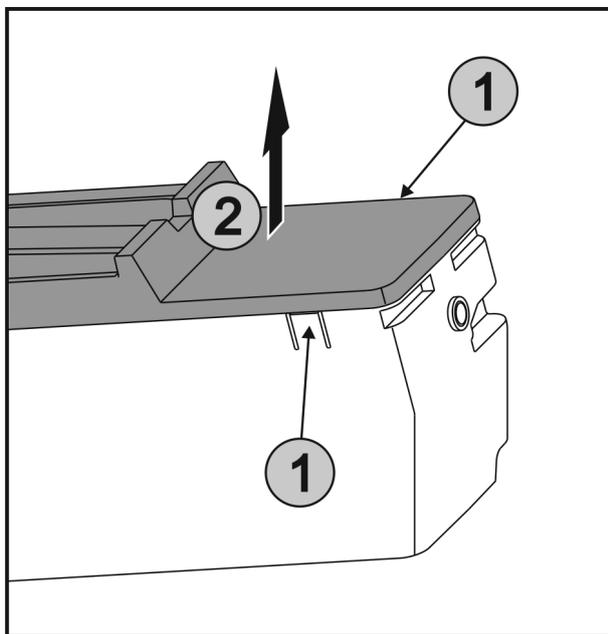

Fig. 43
- ▶ Натиснете едновременно езичетата Fig. 43 (1) от двете страни на EasyTwist-Ice и свалете капака Fig. 43 (2) нагоре.